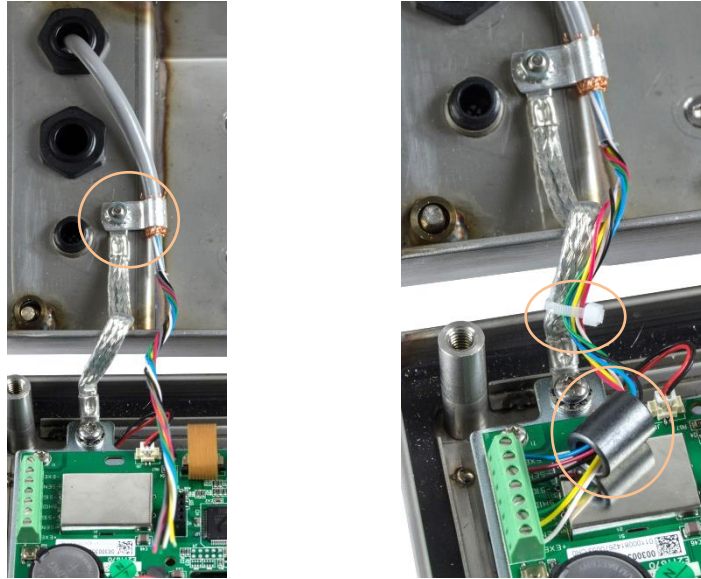

Figura 2-32: Instalación de la ferrita del cable de la celda de carga analógica y conexión a tierra del chasis, IND236
21. Conecte la pinza de conexión a tierra en la caja con el tornillo de fijación de la bisagra de la caja, como se muestra en la Figura 2-32 (izquierda).